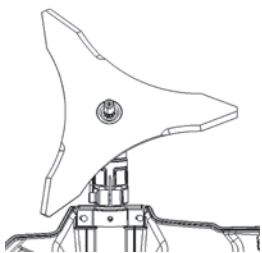

Рис. 9
2. Выровнять нож на опорной пластине, вставить шестигранный ключ №1 в отверстие, установить нож на опорную пластину, выровнять фланец, пылезащитный кожух и закрутить гайку прилагаемым торцевым ключом против часовой стрелки, пока она не будет достаточно затянута (рис. 9, 10 и 11).